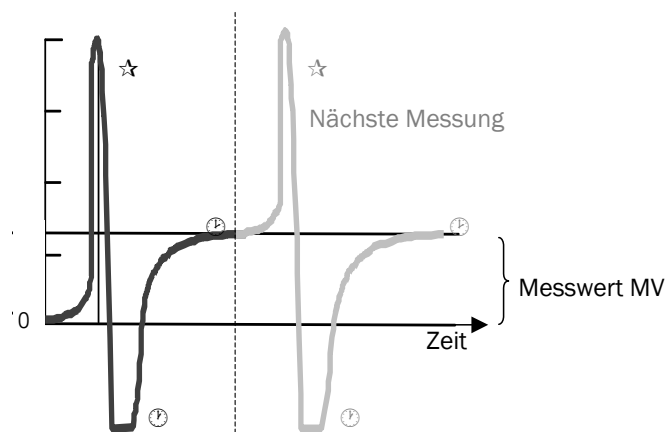

Abb. 13 Schematisches Osmogramm beim Austausch beider Tropfen
1. Tragen Sie den Probetropfen auf. – Das Signal zeigt eine negative Überladung, siehe \ominus in Abb. 13.
2. Tragen Sie den Lösungsmitteltropfen auf. – Das Signal zeigt eine positive Überladung, siehe \oplus in Abb. 13.
3. Ein konstanter Messwert wird erreicht, wenn sich das thermische Gleichgewicht eingestellt hat und das Signal nicht weiter ansteigt, siehe \oplus in Abb. 13.
Das Erscheinungsbild des Signalverlaufs sollte dem Schema in Abb. 13 ähneln.
Beide in den Abb. 13 und 14 gezeigten schematischen Osmogramme gelten für eine um 2°C über der Zelltemperatur liegende Kopf temperatur, siehe Abschnitt „Auswahl der geeigneten Messtemperatur“ auf Seite 41. Wenn Sie andere Temperaturdifferenzen einstellen, können Ihre Osmogramme von den gezeigten Beispielen abweichen.